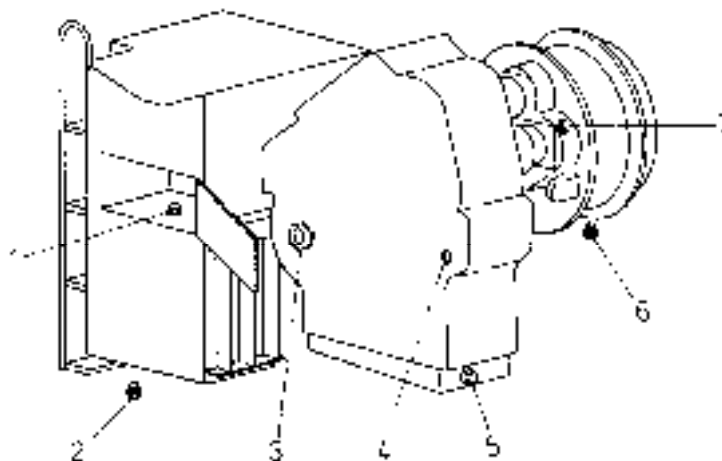

Рис. 5.64. Расположение пробок контрольных, заливных и сливных отверстий в трансмиссии (вид спереди)
1. Остановить двигатель, выкрутить пробку (1) контрольно-заливного отверстия и проверить: полностью ли заполнен масляный бак маслом – до контрольно-заливного отверстия. При необходимости долить в бак масло до уровня контрольно-заливного отверстия. Марка масла должна соответствовать маркам, указанным в пункте 5.4.5., таблица 2, и в пункте 5.4.6., таблица 3.
2. Проверить, видно ли масло в смотровом окошке (3, Рис. 5.64) с правой стороны коробки передач. При неработающем двигателе окошко должно быть полностью залито маслом, а при работающем на низких оборотах двигателя уровень масла должен удерживаться посередине смотрового окошка.
Порядок замены масла (Рис. 5.64):